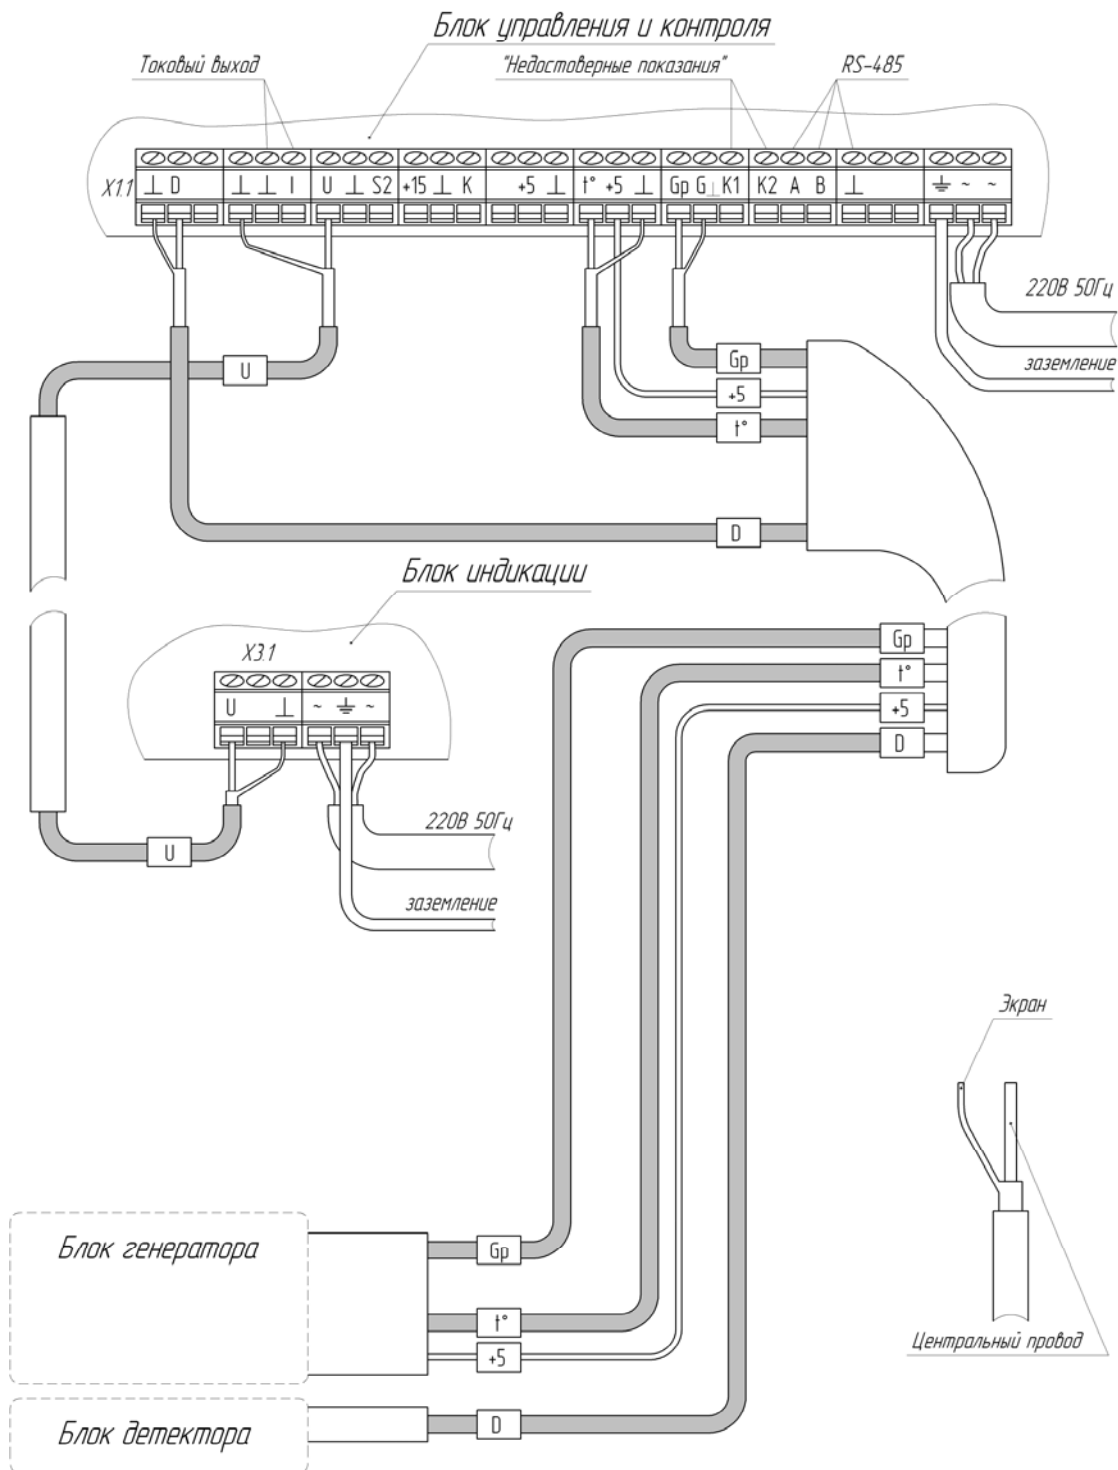

Рис. 6.4. Соединение блоков влагомера.
7.2.1. Отключите от клеммной колодки блока управления и контроля (X1.1 на Рис. 6.4) провод питания генератора (маркировка «Gr»).
Удлинённые кабели включаются на место штатных между клеммной колодкой блока генератора и блока детектора и клеммной колодкой блока управления и контроля (X1.1 на Рис. 6.4). Подсоединение кабеля выполняется в соответствии с п. 6.3 настоящей инструкции.
- Отсоедините от клеммной колодки блока управления и контроля (X1.1 на Рис. 6.4) соединительные кабели блока, сенсоров.
- Отключите от клеммной колодки блока управления и контроля (X1.1 на Рис. 6.4) кабель сети питания и извлеките его из блока управления и контроля, ослабив затяжную гайку кабельного ввода.
- Отключите от клеммной колодки блока управления и контроля (X1.1 на Рис. 6.4) соединительный кабель блок управления и контроля – блок индикации.
- Отключите от клеммной колодки блока индикации (X3.1 на Рис. 6.4) кабель сети питания и извлеките его из блока индикации, ослабив затяжную гайку кабельного ввода.